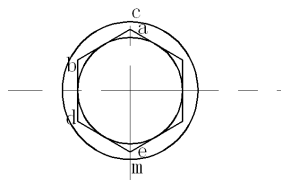
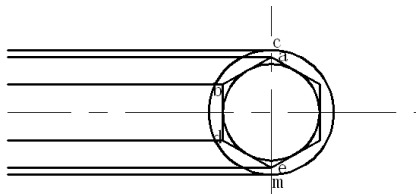

图 3-47 修剪结果
图 3-48 绘制水平辅助线
⑤ 单击“默认”选项卡“修改”面板中的“修剪”按钮 ✂ ，修剪多余的直线，效果如图 3-47 所示。
(4) 绘制左视图
① 单击“默认”选项卡“绘图”面板中的“直线”按钮 — ，分别以图 3-47 中的 a、b、c、d、e、m 点为起点，绘制水平辅助线，效果如图 3-48 所示。